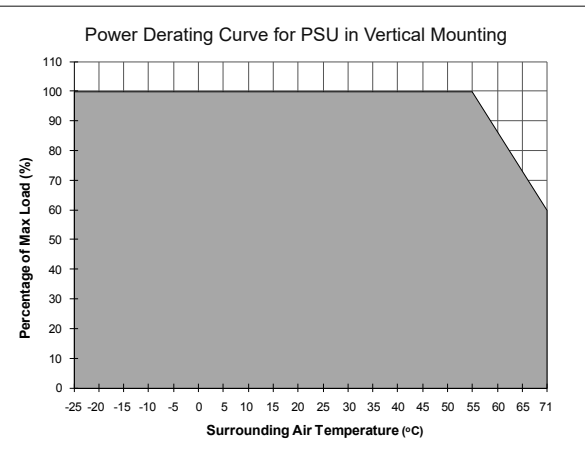

Figure 6
4.4. Temperaturverhalten (Abb. 6)
Derating (Leistungsherabsetzung)	Leistungsherabsetzung gemäß Abb. 6 > 55°C (2,5% / °C) Vertikal
Betriebstemperaturbereich (Umgebungstemperatur)	-25°C bis +71°C (Leistungsherabsetzung gemäß Abb. 6)